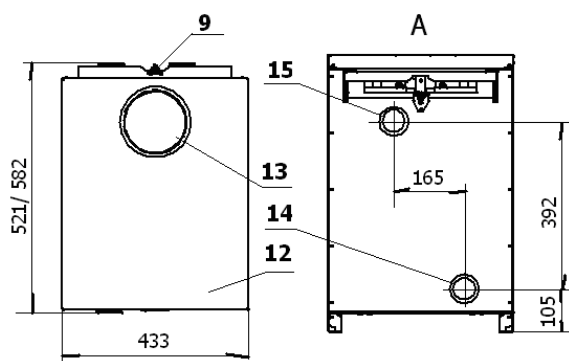

Рис.3 Котлы KC-Г-25S-Э/30S-Э
5.3 Котлы рис.3 транспортируют со снятым датчиком тяги 9, поэтому перед эксплуатацией его необходимо присоединить.